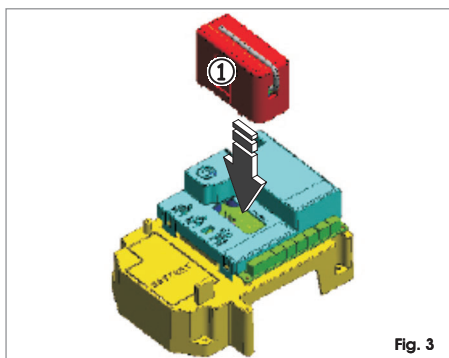

Fig. 3
L'armoire électronique est munie d'un système de décodage (DS, SLH, RC, LC) bicanal intégré appelé OMNIDEC. Ce système permet de mémoriser, par l'intermédiaire d'un module récepteur supplémentaire (Fig. 3 réf. ①) et de radiocommandes de la même fréquence, tant l'ouverture totale (OPEN A) que l'ouverture partielle (OPEN B) de l'automatisme.